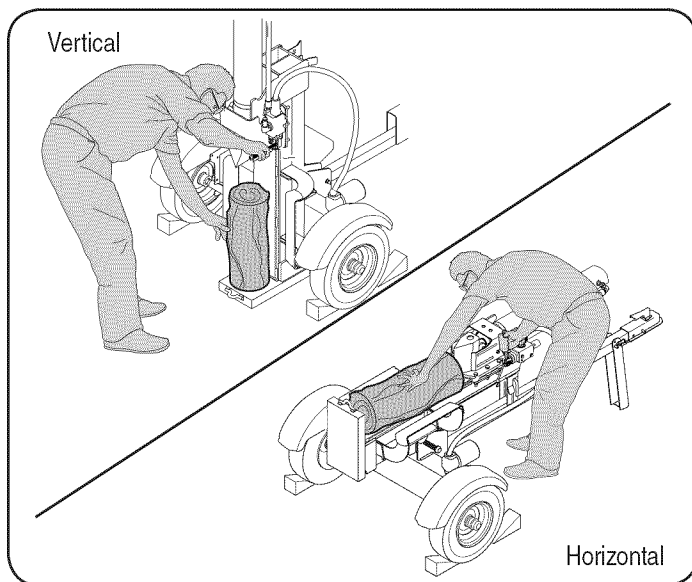

Figura 1
6. Siempre opere la máquina desde la(s) zona(s) del operador que se especifican en el manual. Vea la Figura 1.
- Posición horizontal de funcionamiento: Párese del lado de la palanca de control de la máquina rompetroncos y establezca el tronco como se indica, si es necesario. Vea la Figura 1.